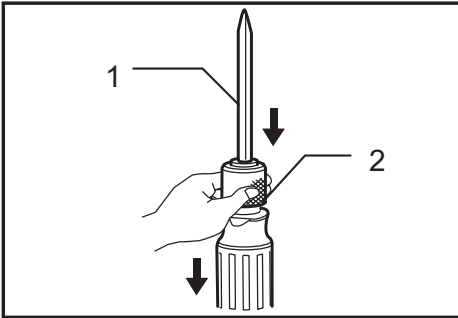

Fig.3
► **Fig.3:** 1. Bit 2. Change ring